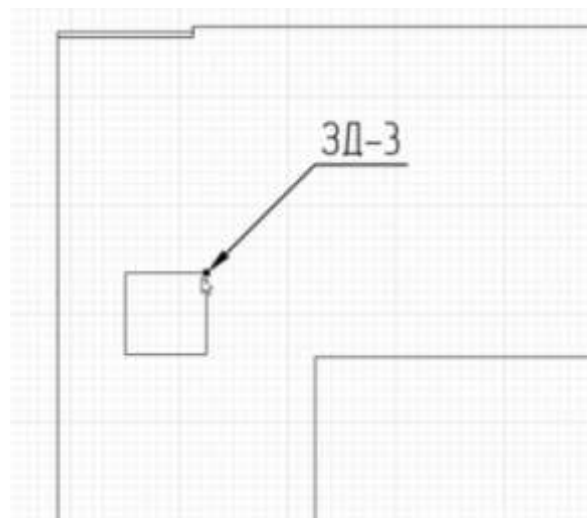

Рисунок 13.12 - Чертеж. Автоматические метки
11. Добавим основные виды на лист. Метки элементов, которым присвоены марки, можно проставить инструментом *Марка*. Достаточно привести курсор на элемент, чтобы была указана марка элемента под курсором (рис. 13.12).